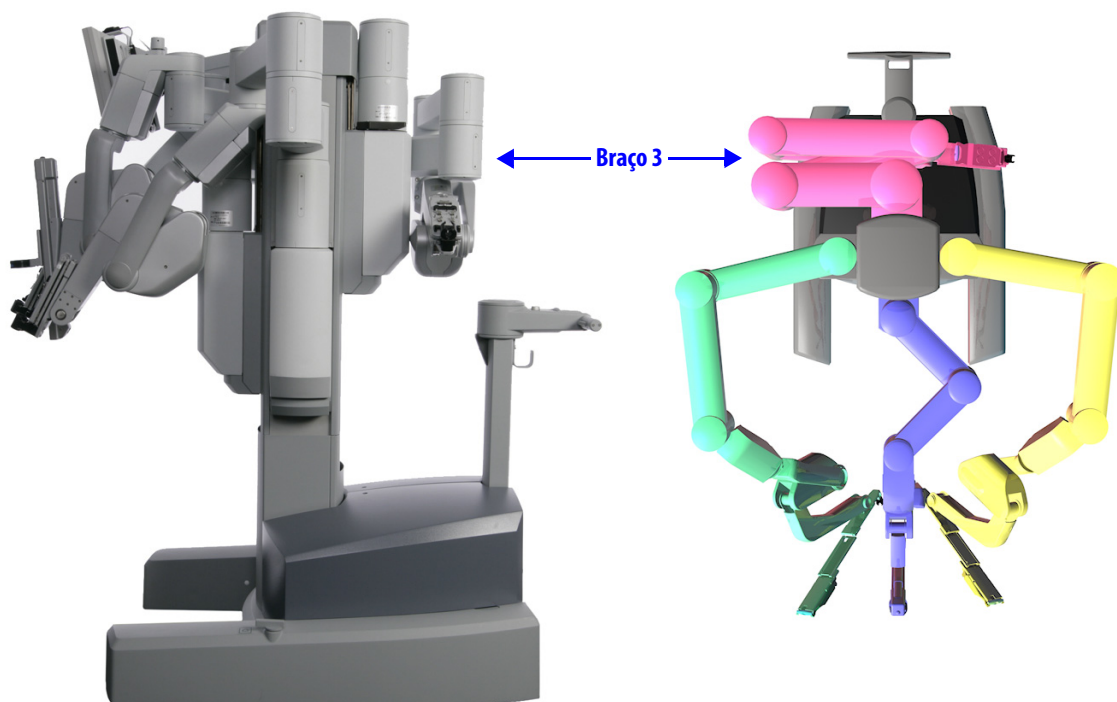

Figura 5.7 Braço de instrumentos 3 na posição para ser acondicionado
3. Movimente o eixo de inserção para a sua posição completamente comprimida e enrolada, certificando-se de que o braço de instrumentos fica enrolado debaixo da ligação mais ao fundo (conforme ilustrado em Figura 5.7). Movimente as ligações da articulação o mais próximo possível da torre do Carrinho do Paciente.
4. O braço de instrumentos 3 pode ser acondicionado depois de estar atrás da torre do Carrinho do Paciente (conforme ilustrado em Figura 5.7). Mova toda a articulação de configuração para a parte inferior da sua amplitude vertical de movimentos.